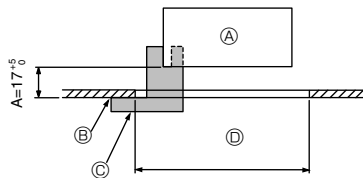
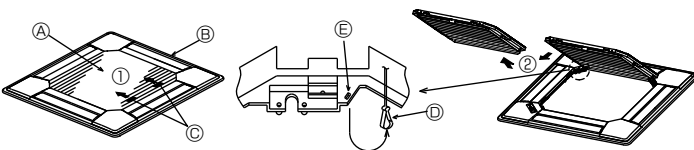
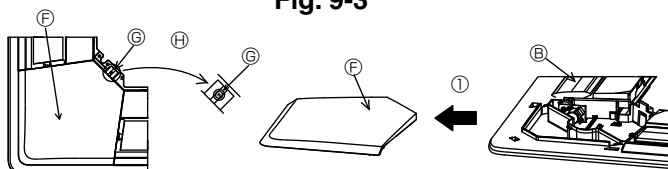

Fig. 9-2
Fig. 9-3
Fig. 9-4
①	Dimensiones de la rejilla	1	950 × 950 (mm)
②	Tornillo con arandela cautiva	4	M5 × 0,8 × 25
③	Plantilla	1	(Dividido en cuatro partes)
④	Remache	3
⑤	Tornillo	4	4 × 8
⑥	Tornillo	1	4 × 12
⑦	Controlador remoto inalámbrico	1	para PLP-6BALM, PLP-6BALME
⑧	Controlador remoto cableado	1	para PLP-6BAMD, PLP-6BAMDE
⑨	Panel angular del i-see sensor	1	para PLP-6BAE, PLP-6BAMDE, PLP-6BALME
9.2. Preparación para conectar la rejilla (Fig. 9-2)
- Con la plantilla ③ que se suministra con este equipo, ajuste y compruebe la posición de la unidad en el techo. Si la unidad no está colocada en el techo de forma adecuada, podrían producirse escapes de aire o generarse una condensación.
- Ⓒ Plantilla ③ (medida en la unidad)
9.2.1. Extracción de la rejilla de admisión (Fig. 9-3)
- Deslice las palancas en la dirección indicada mediante la flecha ① para abrir la rejilla de admisión.
- Con la rejilla de admisión en posición "abierta", extraiga la bisagra de la rejilla de admisión de la rejilla tal y como se indica mediante la flecha ②.
9.2.2. Extracción del panel angular (Fig. 9-4)
- Extraiga el tornillo de la esquina del panel angular. Deslice los paneles angulares indicados por la flecha ① para extraer este panel.
[Fig.9-3] [Fig.9-4]